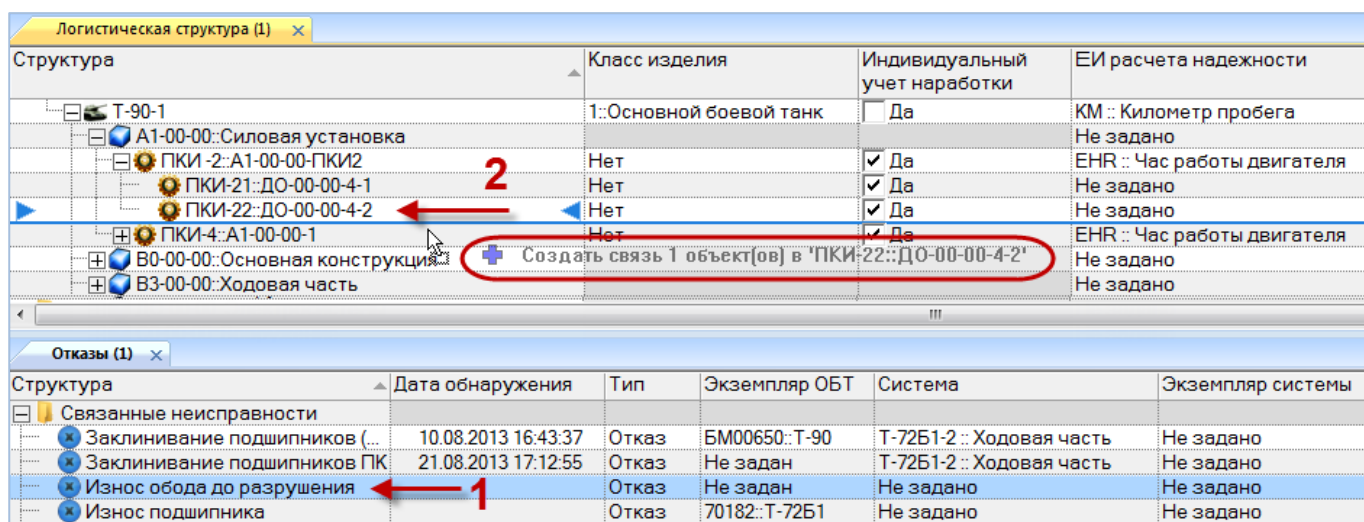

Рис. 26-32 – Переместить неисправность на компонент
2) Выделить неисправность в рабочем окне «Неисправности» (1 на рис. 26-32).
3) Переместить с помощью мыши неисправность на компонент в окне «Логистическая структура» – появится подсказка вида «+ Создать связь X объект(ов) в ...» (2 на рис. 26-32). Отпустить кнопку мыши.